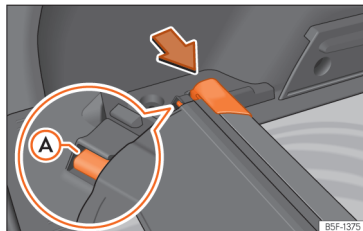

Fig. 184 În portbagaj: spațiu pentru depozitarea copertinei retractabile.
- Apăsăți capătul copertinei retractabile în direcția indicată de săgeată, până când se fixează în compartiment »» fig. 184. Asigurați-vă că șina A se fixează în locul corespunzător.